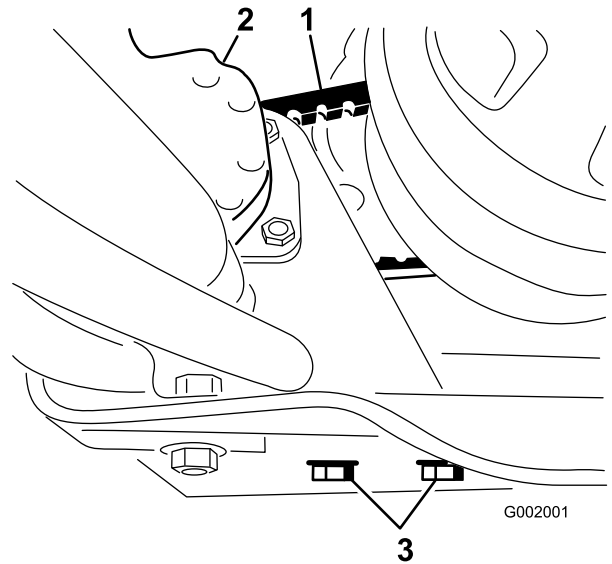

図 63
2. ステアリング・ポンプの取り付けボルトをゆるめる (図 63)。